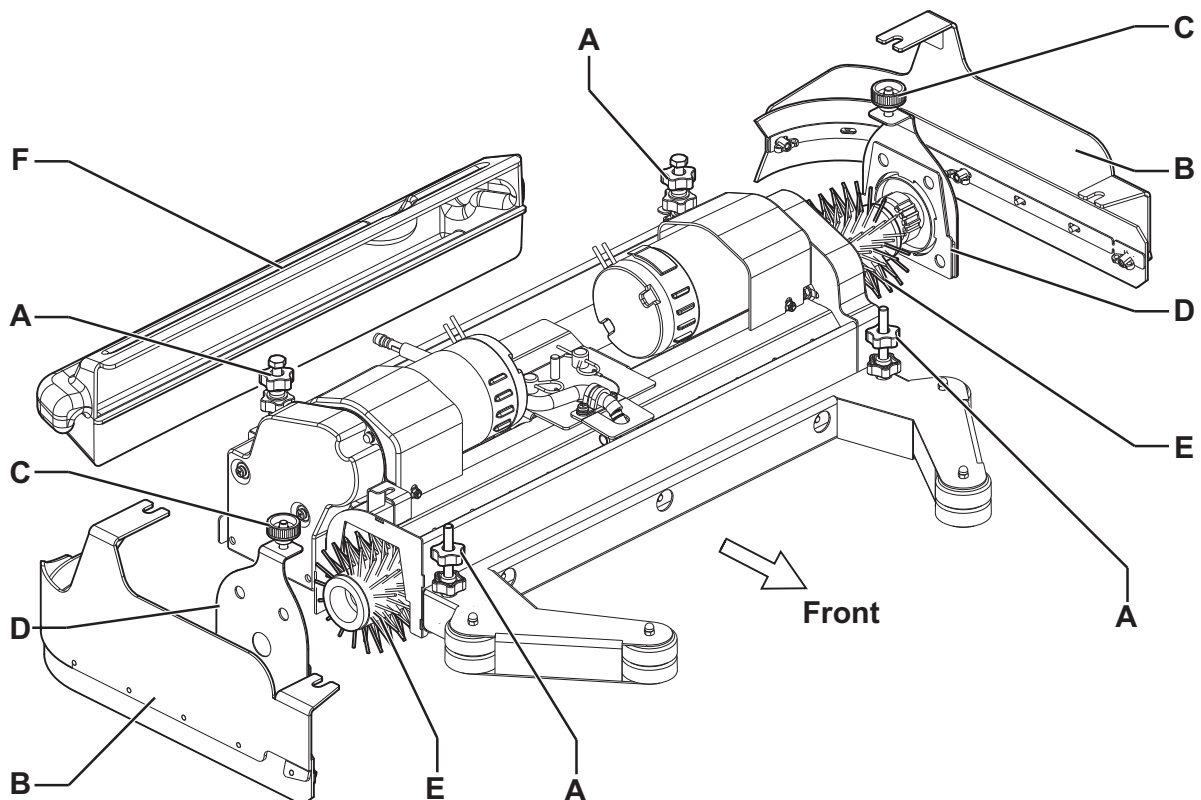

Figure 2
1. Introduire la clé de contact (58) et la tourner sur "I".
*Avant d'actionner l'interrupteur (63), contrôler qu'il n'y a pas de corps étrangers entre la tête (28) et la machine qui peuvent faire barrage au soulèvement de la tête.*
2. Soulever la tête en appuyant sur l'interrupteur (63).
3. Tourner la clé de contact (58) sur "0" et l'enlever.
4. Sur les deux côtés de la machine, desserrer les pommeaux (A, Fig. 2) et enlever les groupes volets latéraux (B).
5. Dévisser les pommeaux (C) et déposer les portillons (D) en poussant les pommeaux vers le bas.
6. Installer les brosses cylindriques (E) ou enlever les brosses pour installer les brosses nouvelles.